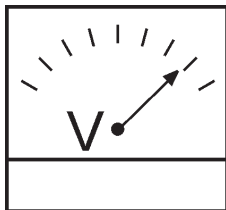

Figure 46. Fréquence
7. Le voltmètre CA du générateur (Figure 46) affiche la tension de sortie du générateur en **VOLTS**.